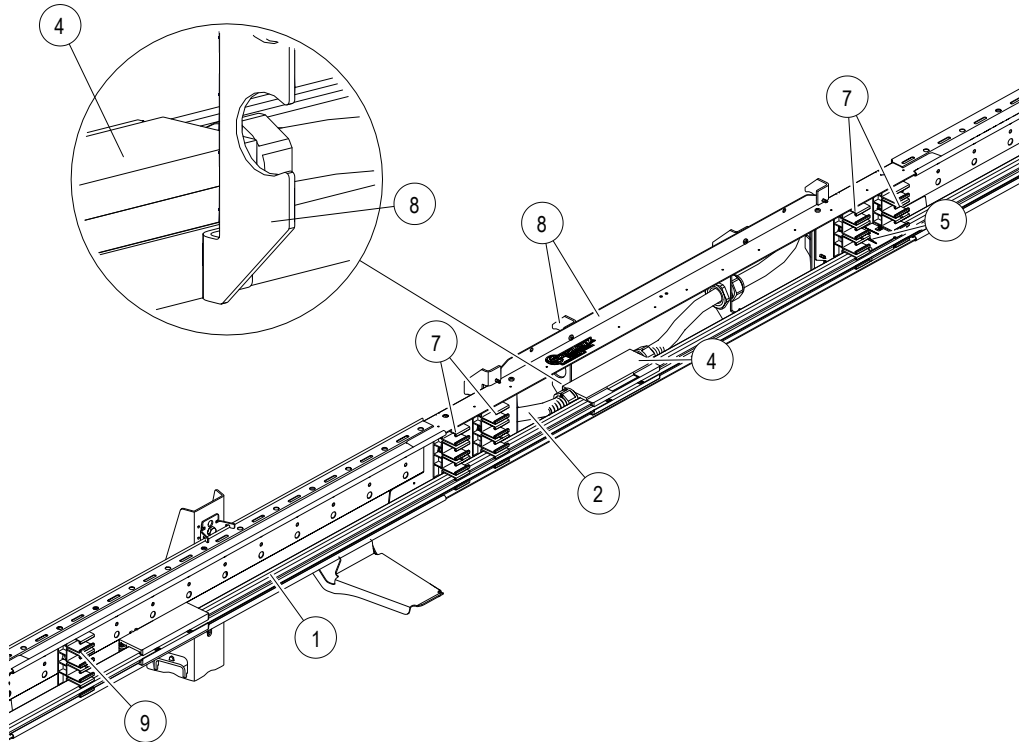

Abb. 41: Schleifleitungsschiene (1) ins ProShell-Tragprofil montieren
4. Die Schleifleitungsschienen mit der vormontierten Einspeisung und Fixpunkt (1) in die Schienenhalter (7) rechts und links am Befestigungsrahmen (8) einhängen. Hierbei mit dem untersten Schleifleitungspol beginnen und auf die PE-Position achten (Conductix-Wampfler empfiehlt, die PE-Schiene als letzten bzw. unteren Pol anzubringen (von oben betrachtet)) (siehe Abb. 41).
5. Die Anschlussleitungen (2) durch den Befestigungsrahmen (8) nach hinten legen, sodass die Einspeisekappe (4) in die Aussparung des Befestigungsrahmens (8) passt und die vormontierten Fixpunkte (5) zwischen ihren Schienenhalter positioniert werden. Außerdem die verbundenen Schleifleitungsschienen in die weiteren Schienenhalter (9) einhängen (siehe Abb. 41).